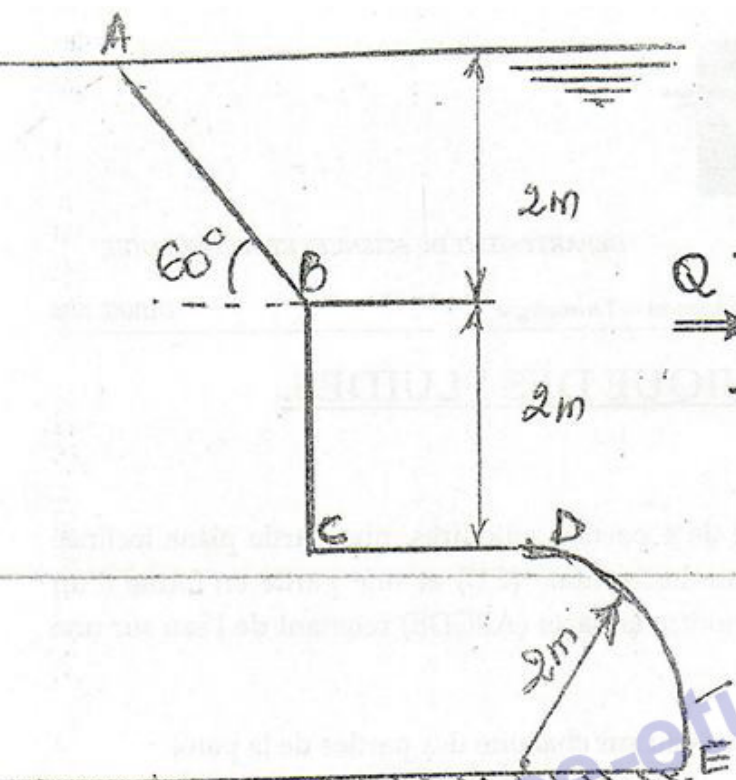

FIGURE 01
La paroi (ABCDE) de 5m de longueur est constituée de 4 parties solidaires, une partie plane inclinée (AB), une partie plane verticale (BC), une partie plane horizontale (CD) et une partie en forme d'un quart de cylindre (DE) de 2m de rayon, la figure 01 montre la paroi (ABCDE) retenant de l'eau sur une profondeur de 6m, calculer